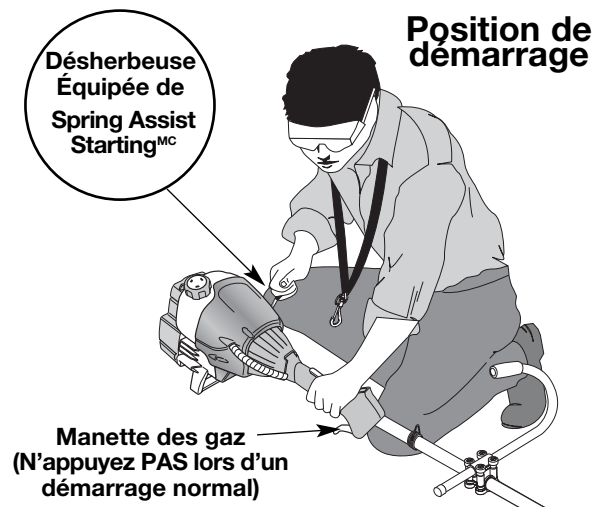

Fig. 18
AVERTISSEMENT: évitez tout démarrage accidentel. Tenez-vous en position de démarrage lorsque vous tirez sur la corde de démarrage (Fig. 18). L'opérateur et l'appareil doivent tous deux être en position stable pour éviter des blessures graves. Vérifiez la bonne installation de l'accessoire avant le démarrage de l'appareil.
4. Accroupissez-vous en position de départ et **n'appuyez pas sur la manette des gaz** (Fig. 18). Tirez le cordon de démarrage d'un **mouvement contrôlé et ferme** jusqu'à ce que le moteur essaie de démarrer. Répétez jusqu'à ce que le moteur démarre.